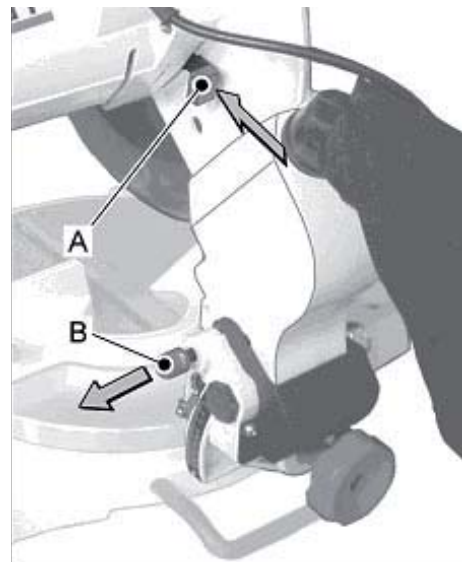

Рис. 6
- Зніміть розпилювальний диск та замініть його (В рис.6), при цьому зубці повинні бути спрямовані у напрямку стрілки на захисному кожусі.